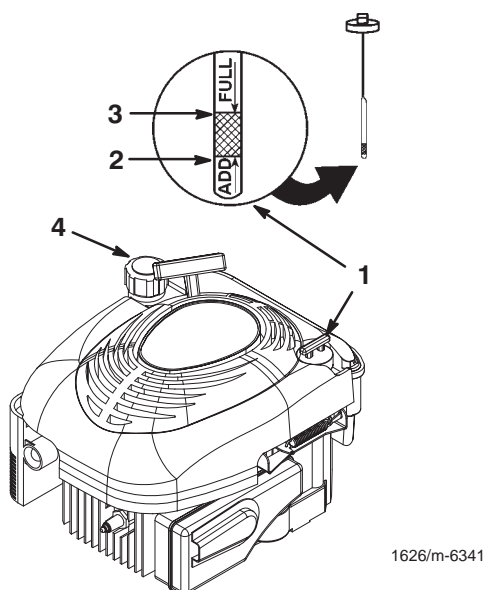

Figure 5
Avant chaque utilisation, vérifiez que le niveau d'huile arrive entre les repères maximum (Full) et minimum (Add) de la jauge (Fig. 5).
2. Nettoyez la surface autour de la jauge (Fig. 5).
6. Voyez le niveau d'huile indiqué par la jauge (Fig. 5).
1. Nettoyez la surface autour du bouchon du réservoir de carburant (Fig. 5).